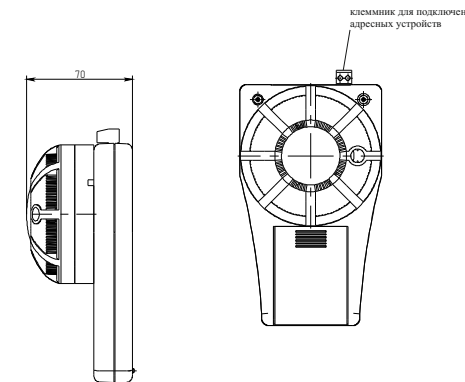

Рисунок 2 – Вид программатора с установленным датчиком
4.2 Для подключения адресных пожарных извещателей в конструкции программатора предусмотрена розетка (см. рисунок 2).
7.1 Заменить элементы питания при появлении сигнала о снижении напряжения питания (5.7). Элементы питания находятся под крышкой на задней стороне программатора (рисунок 2).